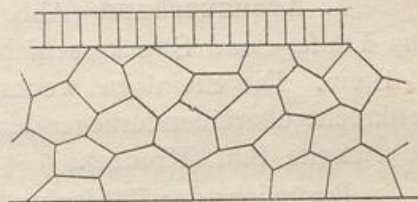

Abb. 103. Cyclopienmauerwerk.
**10. Zyklopenmauerwerk** (Abb. 103). Gesprengte oder sonstige zackige Steine, wie z. B. Basaltsäulen, können nicht in gleichmäßig durchlaufenden Schichten vermauert werden, weil die Fugen dann zu groß werden würden und die Lagerflächen der Steine zu klein sind. Die Steine werden daher — ohne Rücksicht auf Schichtteilung — möglichst dichtschießend aneinandergespaßt. In gewissen Höhenabständen, etwa alle 1 bis 1,2 m, muß das Mauerwerk aber wagerecht abgeglichen werden. Im übrigen gelten für das Zyklopenmauerwerk dieselben Regeln wie für das Bruchsteinmauerwerk Ziff. 9.